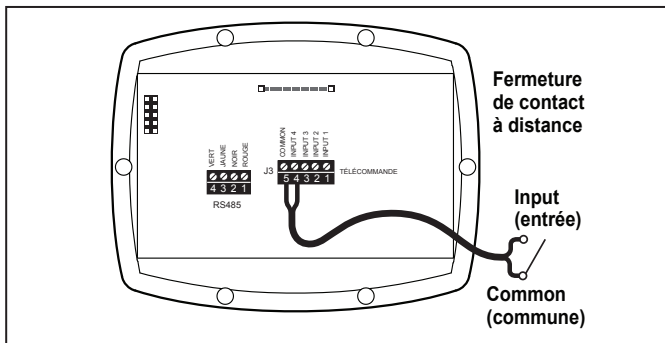

Figure 5. Raccordement aux contacts à distance
- Raccorder un côté de la fermeture du contact à distance à la borne COMMON (commune) sur le connecteur J3 REMOTE CONTROL (télécommande j3) du régulateur. Voir la Figure 5.